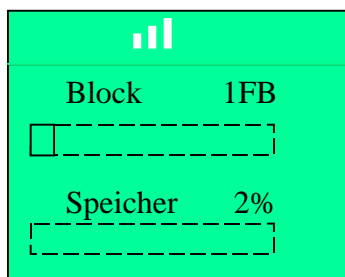

Abb. 2.13
- Proggrosse (Abb. 2.13): Abfrage der Speicherkapazität des Moduls, d. h. der Anzahl der Funktionsblöcke und des Prozentsatzes des belegten Speichers.